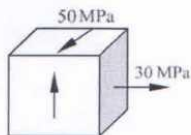

图 3
3. 图 3 为构件中危险点的应力单元体, 按第三强度理论计算的相当应力 $\sigma_{r3} =$ (4) MPa, 最大切应力 $\tau_{\max} =$ (5) MPa。